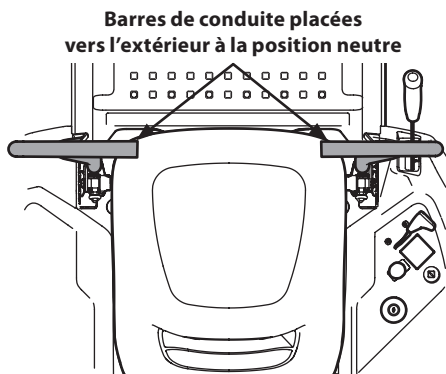

Figure 3-2
1. Installez-vous sur le siège du conducteur et assurez-vous que les deux barres de conduite sont poussées à fond vers l'extérieur à la position neutre (frein de stationnement engagé). Voir Figure 3-2.